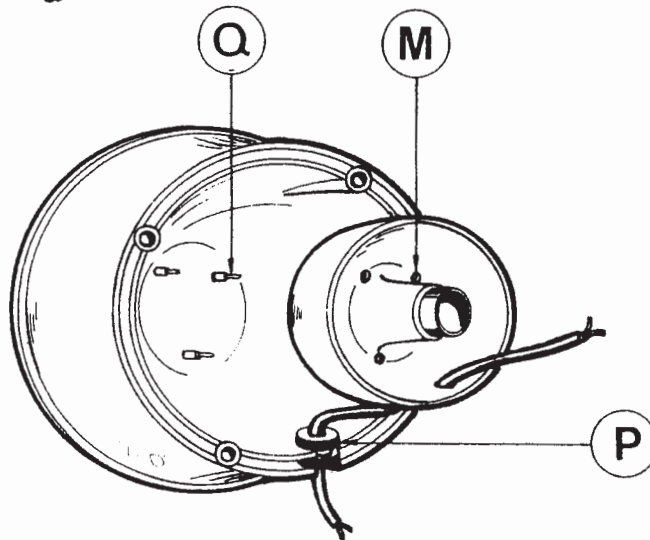

Fig. 10
- Posizionare l'ugola G all'interno della tromba H, verificando che le sporgenze di posizionamento Q all'interno della tromba H entrino nei fori M (fig. 10).
- Place the first part of the horn G inside the horn H checking that the positioning blocks Q inside horn H slip into holes M (fig. 10).
- Placer le cône G à l'intérieur du pavillon H, vérifier que les saillies de mise en place Q à l'intérieur de pavillon H entrent parfaitement dans les trous M (fig. 10).